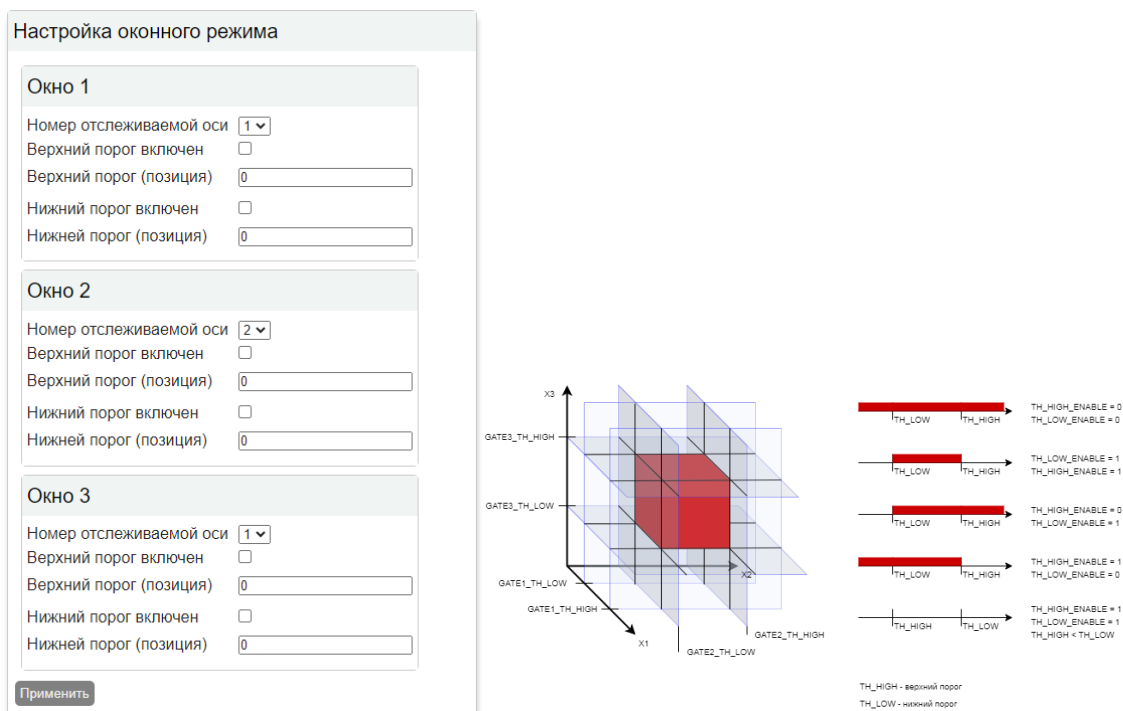

Рисунок 2.6. Конфигурация окно включения инструмента в блоке PSO
- Если требуется ограничить область пространства, в которой будет работать инструмент, в разделе «Настройка оконного режима» (см. рис. 2.6) задайте: